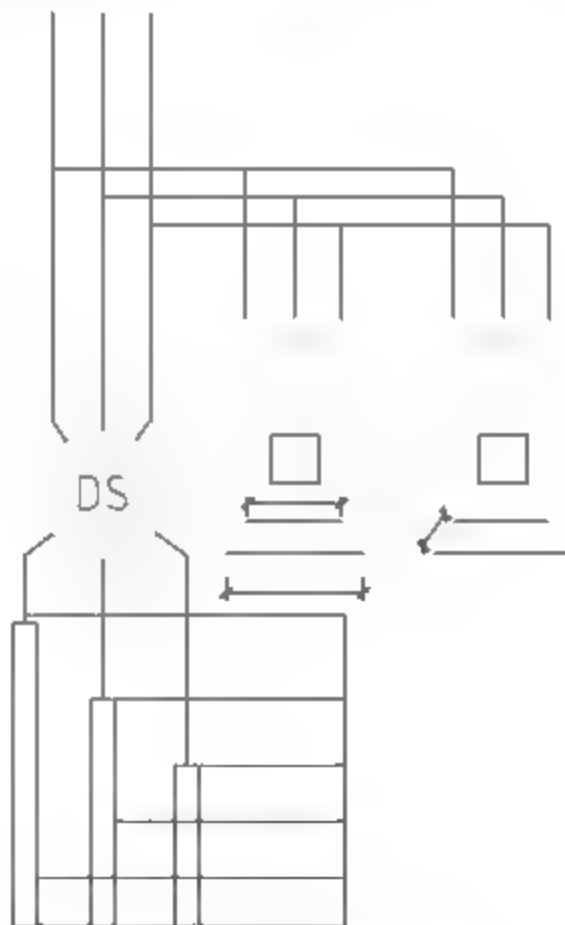

图11-10 绘制梯形
**10** 调用L【直线】命令，绘制如图11-10所示的梯形。